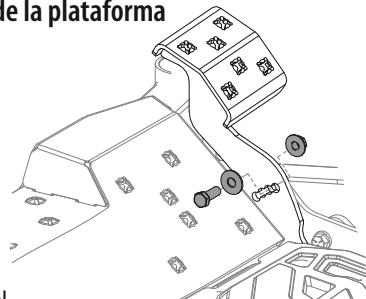

Figura 40
2. Retire el perno hexagonal, la arandela y la tuerca hexagonal cerca del centro del conjunto del pedal. Vea la Figura 40.
4. Vuelva a instalar el hardware que retiró anteriormente y apriete la tuerca a 28-35 pies-libras (38-47 N·m). Vea la Figura 40.